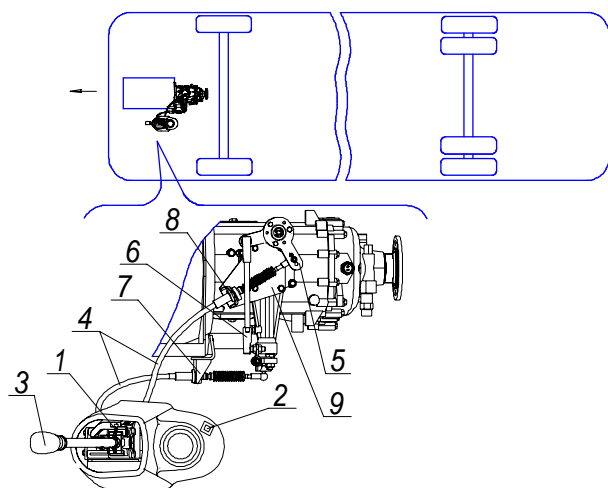

Рис. 1. Привод механизма переключения передач.
**1.1. Привод механизма переключения передач** (рис.1) - дистанционный, состоит из механизма управления (мастер-опоры) 1 с рычагом переключения передач 3, тросов 4, транслятора 5 и реактивной тяги 6. Оболочки тросов закреплены на силовом агрегате автобуса в кронштейнах стопорными шайбами 7 и 8.
Транслятор состоит из корпуса 1 с запрессованными шариковыми подшипниками, на который устанавливаются рычаг выбора 2 с отверстием под шаровый наконечник реактивной тяги и рычаг транслятора 3 с шаровым пальцем М8 4, установленным на среднее из трёх отверстий А. Корпус транслятора с рычагами выбора и транслятора стягиваются болтами 5 и гайками 6 и фиксируются на оси 7 шайбой плоской 8 и шайбой стопорной 9. Ось транслятора в сборе с корпусом и рычагами устанавливается на кронштейне (поз. 9 рис.1) и крепится гайкой 10.